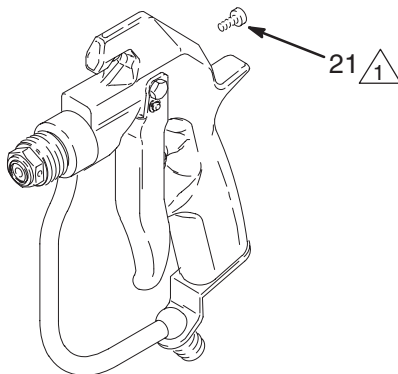

Fig. 21
9. Hvis fjærspenningsskruen (21) ble tatt av, settes den nå på plass bak på pistolen. Skru deretter inn skruen til den stopper. Se Fig. 21.